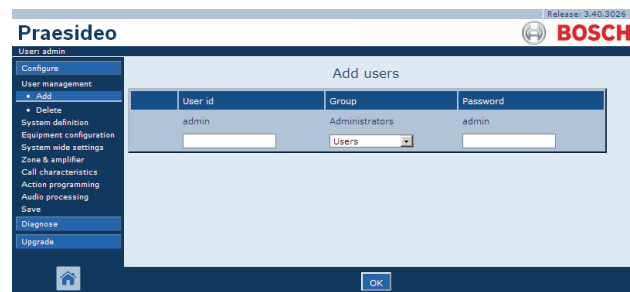

figura 42.2: Agregar un usuario, paso 1
- 1 Vaya a *Configure > User management > Add*. Aparece una pantalla similar a la mostrada en figura 42.2 en el cuadro principal de la interfaz Web.